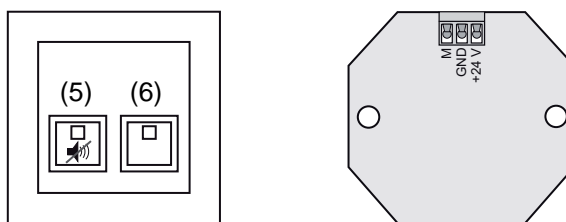

Bild 6: Abstell-/Anwesenheitstaster-Aufsatz mit Rahmen (links), Rückansicht Einsatz (rechts)
- Die gelbe Abstell Taste im Dienstzimmer betätigen (Bild 6, 5).